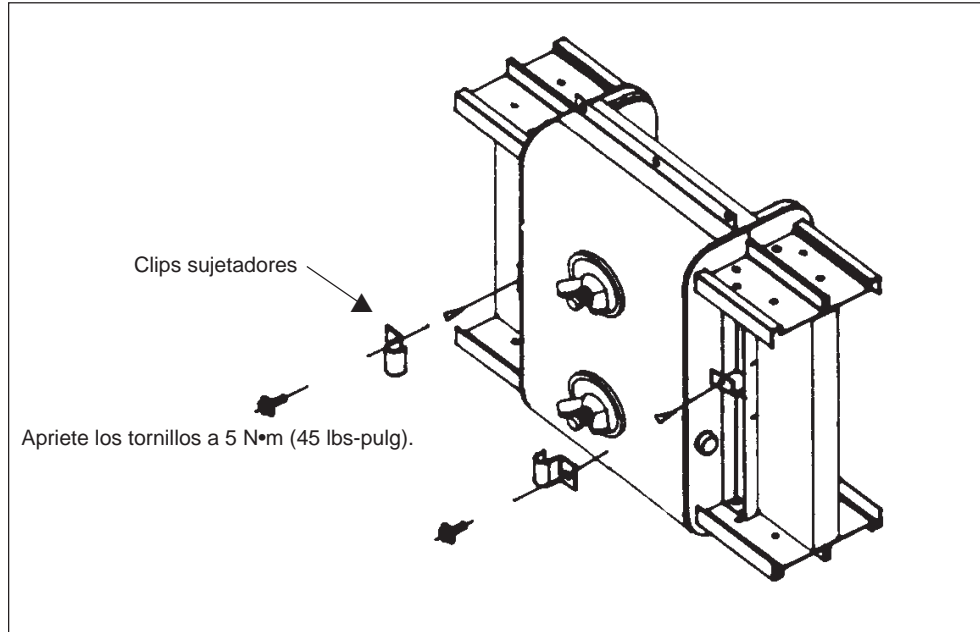

Figura 15
6. Si fuese necesario, instale los clips sujetadores. Los clips no son necesarios si la cubierta cuenta con un solo agujero para el tapón de drenaje (figura 15).